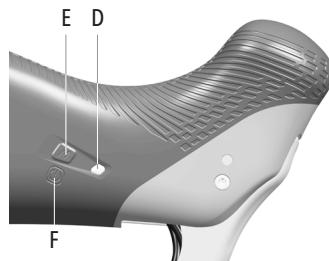

Fig.8
- D - Led di comunicazione (Fig.8)
- E - Tasto MODE Ergopower (Fig.8)
- F - Tasto accensione (Fig.8)